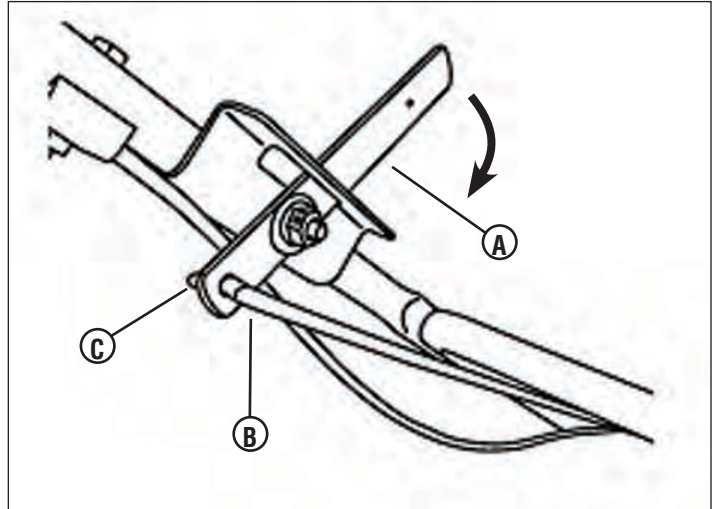

Figure 11
- Glisser le levier de commande de vitesse de déplacement (A, Figure 11) complètement vers l'avant.
- Fileter la tige jusqu'à ce que l'extrémité supérieure de la tige (B, Figure 11) s'aligne avec le trou au bas du levier de commande de vitesse de déplacement. Insérer l'extrémité supérieure de la tige dans le trou, et fixer avec une rondelle plate de 5/16 po et une épingle à cheveux (C).